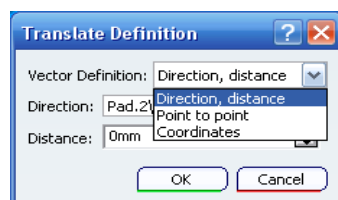

Ilustración 270: Definición de la traslación.
**Translation (Traslación).** Es una operación de traslación del cuerpo activo (si se trabaja con distintos cuerpos). Hay tres maneras distintas de desplazar un elemento, como se puede ver en la Ilustración 270.